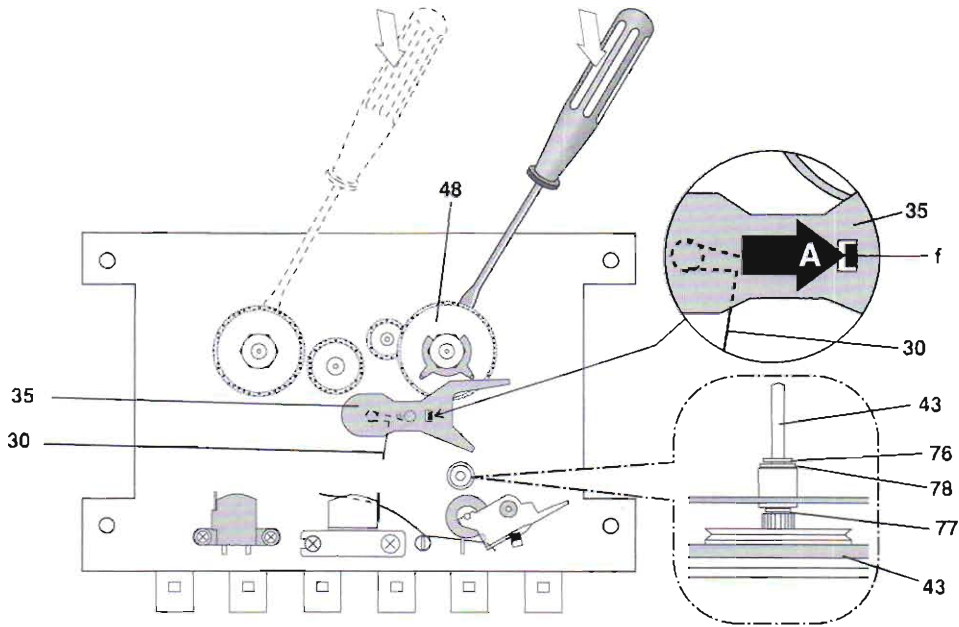

Fig. 6
- Sperrscheibe 76 (Fig. 6) von der Tonwellenachse abziehen.
- Schwingscheibe 43 mit der Tonwelle aus dem Schwingscheibenlager herausnehmen, achten Sie dabei auf die beiden Scheiben 77 und 78 (Fig. 6).
- Remove the locking disc 76 (Fig. 6) from the capstan.
- Remove flywheel 43 complete with capstan from flywheel bearing, take care of the two washers 77 and 78 (Fig. 6).
#### 5. Vorlauf-Wickelteller ausbauen (Fig. 6)
#### 5. Disassembly of Spool Carrier-forward wind- (Fig. 6)